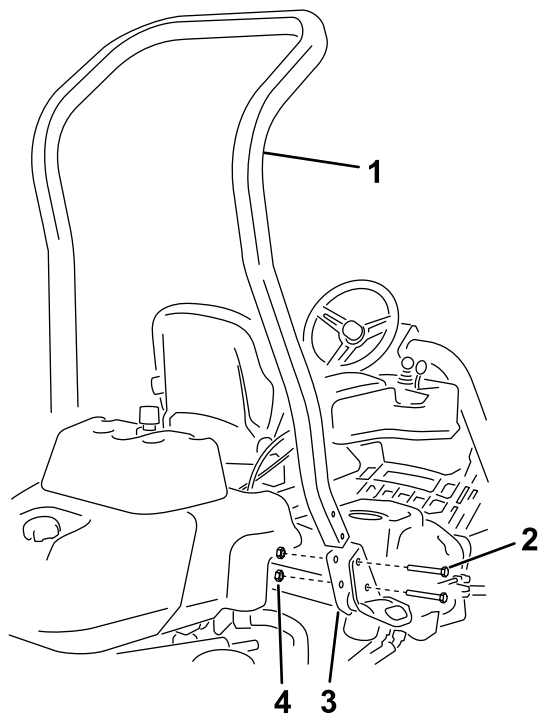

図 3
3. ROPS ブラケットに ROPS バーを取り付けるボルト $\frac{1}{2}$ " x $3\frac{3}{4}$ " 4本、フランジナット $\frac{1}{2}$ " 4 個を使って 図 3 のように取り付ける。